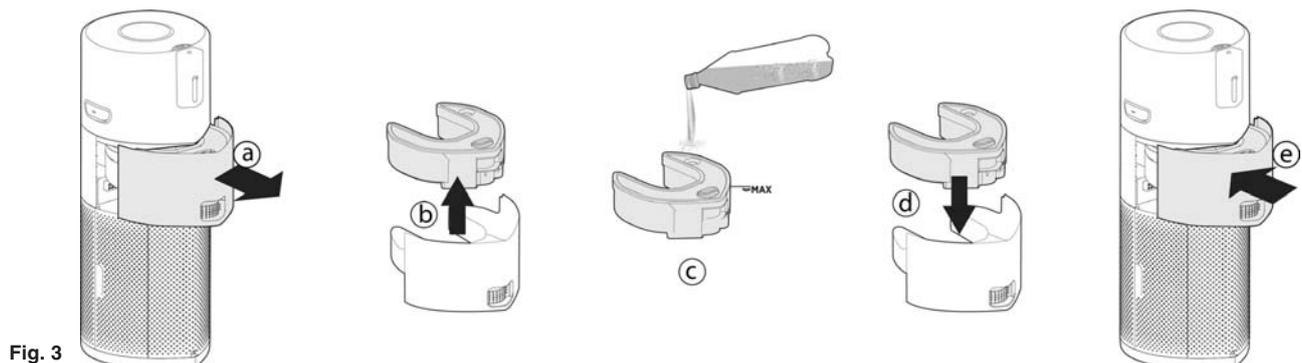

Fig. 3
3. Fyll luftfuktarens behållare. [Fig. 3]